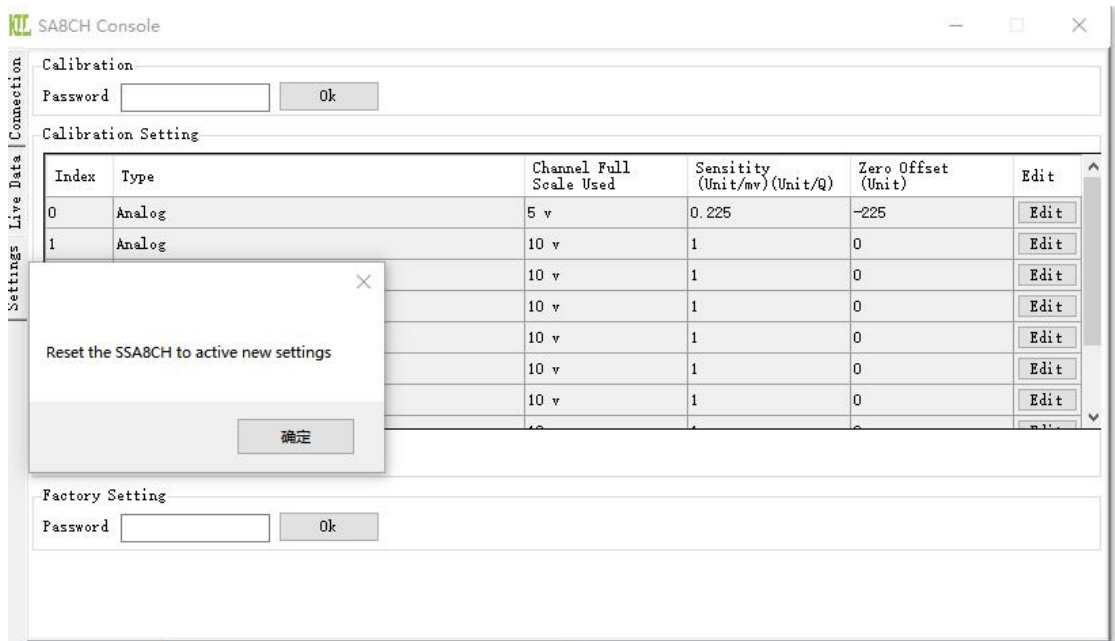

图 5 标定完成提示界面
(3) 点击“Set”按钮，等待几秒会出现提示以界面，如图 5 所示：